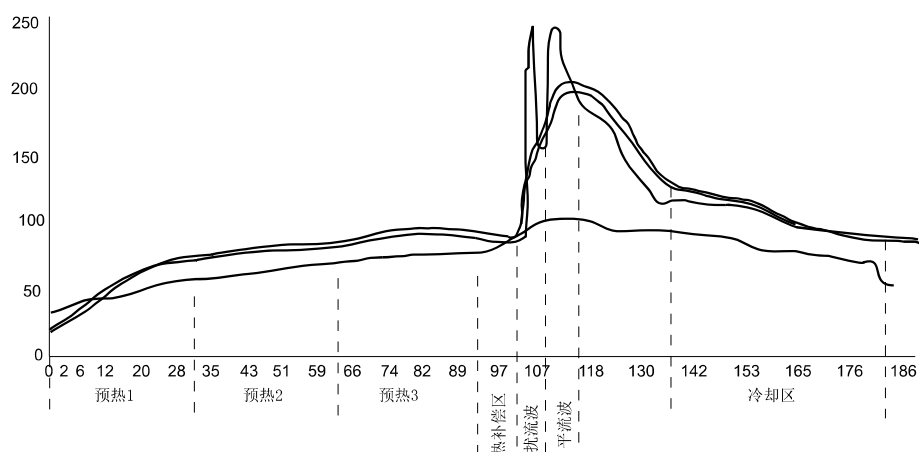

图 2
1.2.2 当选用PCB引出方式的继电器，推荐焊接温度和时间为:240°C~260°C,2s~5s；请不要采用回流焊方式焊接，如确实有要求，请联系我司技术人员；一般波峰焊的焊接温度要求在250°C时不超过2s；下图为我司推荐的波峰焊温度分布图(见图2)。